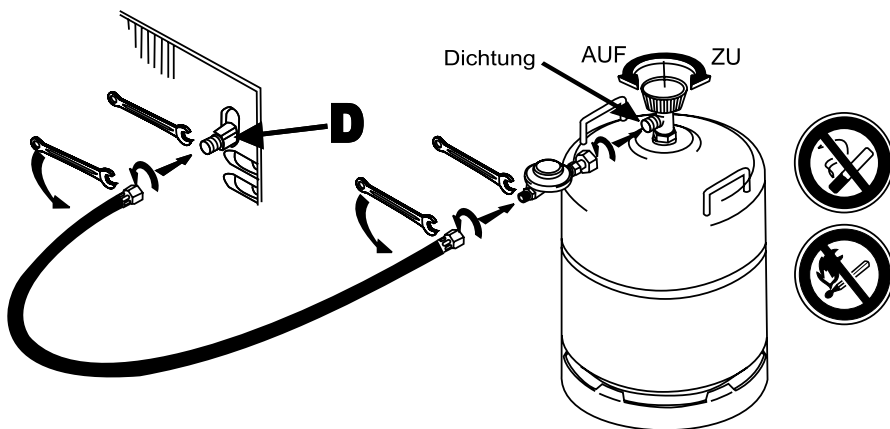

Abb. 3
9. Anschluß einer Gasflasche mit fest eingebautem Entnahmeventil (Abb. 3)